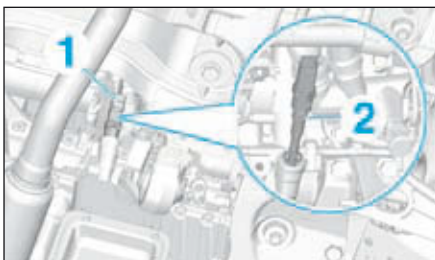

FIG.15
- Vérifier que la cible (10) n'est pas endommagée.
- Débrancher le connecteur (1) (Fig.15).
- Déposer la sonde de niveau d'huile (2).